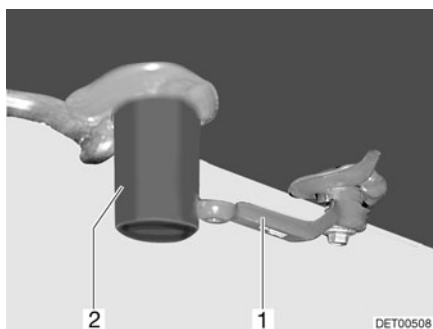

Fig. 158 Bec d'écoulement des eaux usées et robinet de vidange
- Placer un récipient approprié sous le bec d'écoulement d'eau (Fig. 158,2) ou le véhicule avec le bec d'écoulement au-dessus d'un point d'élimination spécialement prévu à cet effet.
- Ouvrir le robinet de vidange (Fig. 158,1). Les eaux usées s'écoulent.